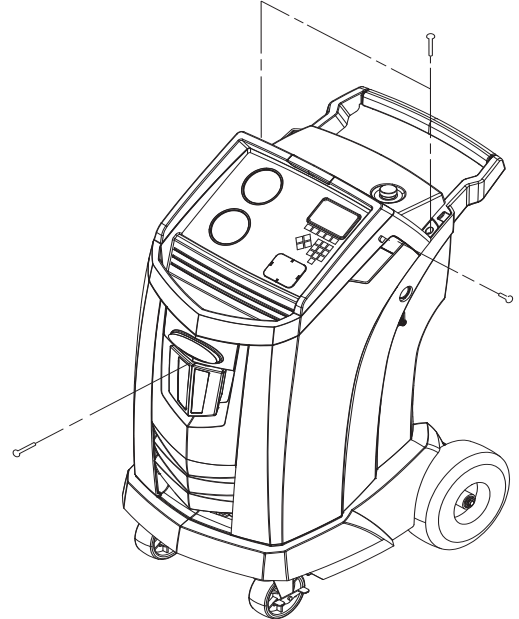

Figura 7
Apague la máquina. Retire la botella de aceite. Retire los cuatro tornillos que sujetan la cubierta. Consulte Figura 7.
3. Quite los tornillos que sujetan la cubierta. Vea la Figura 7.